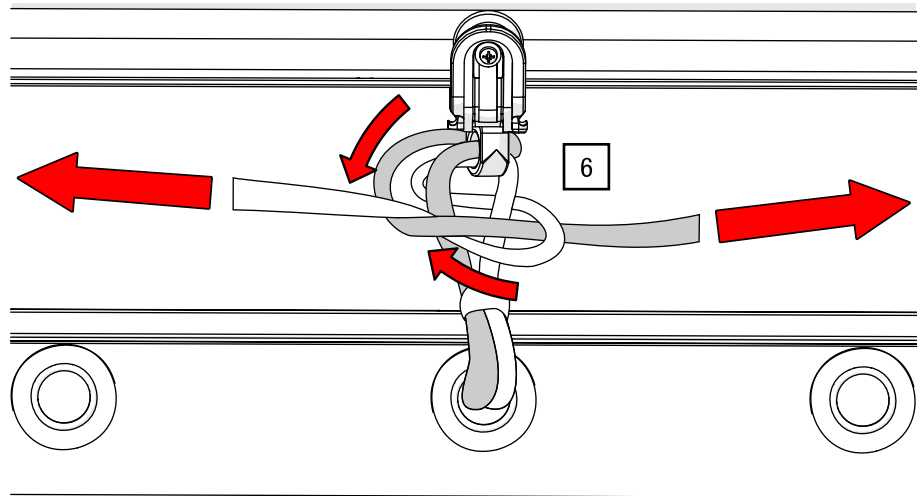

Abb. 94: Bindeband – Erstmalig verknoten
6. Verknoten Sie die losen Enden vorne über Kreuz und ziehen Sie sie an (siehe Abb. 94).